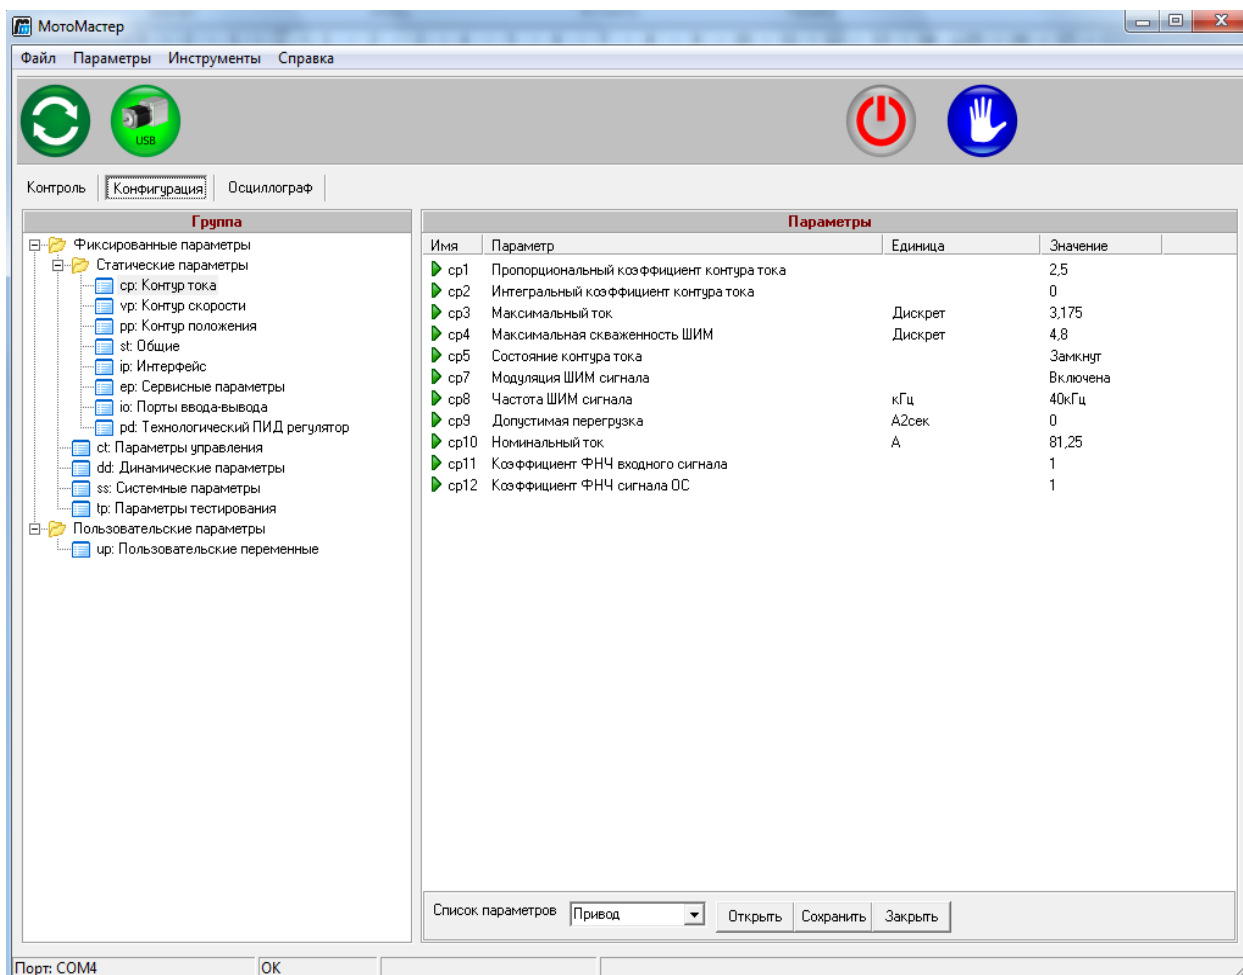
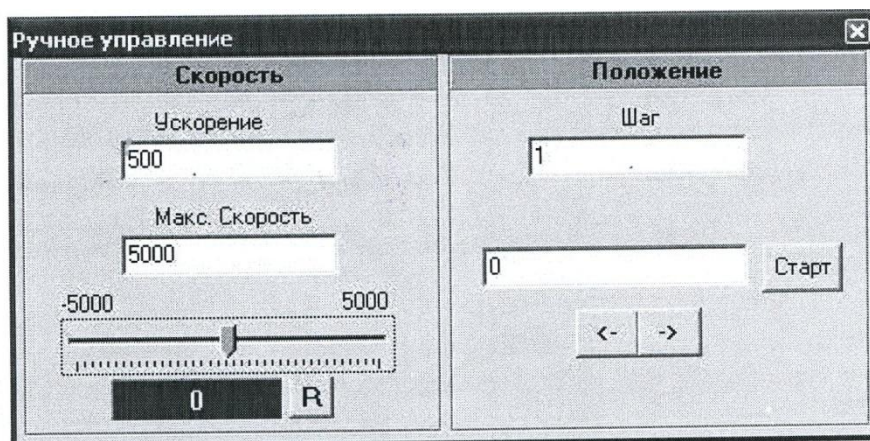
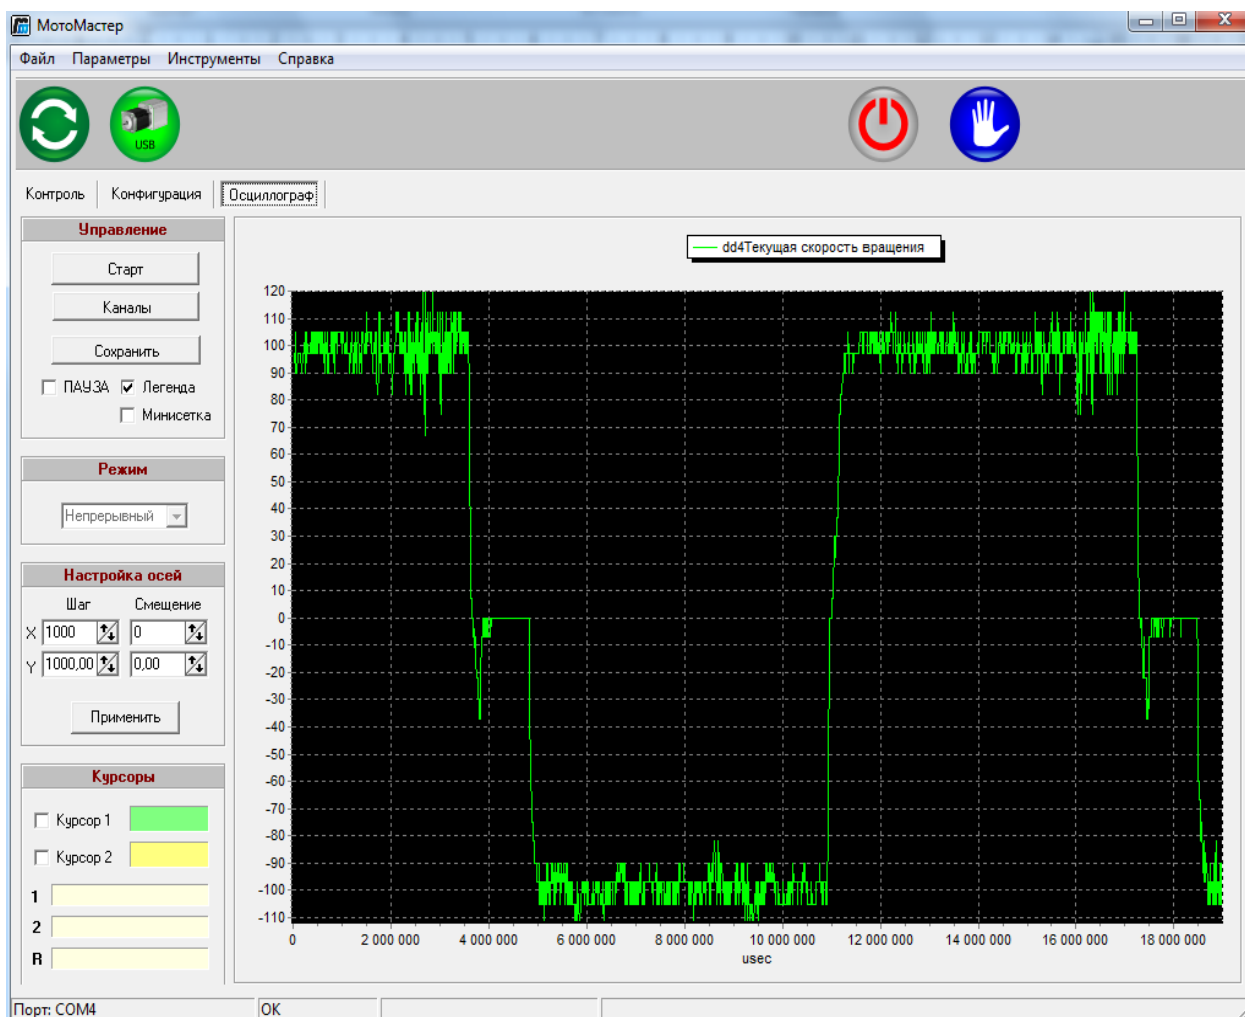
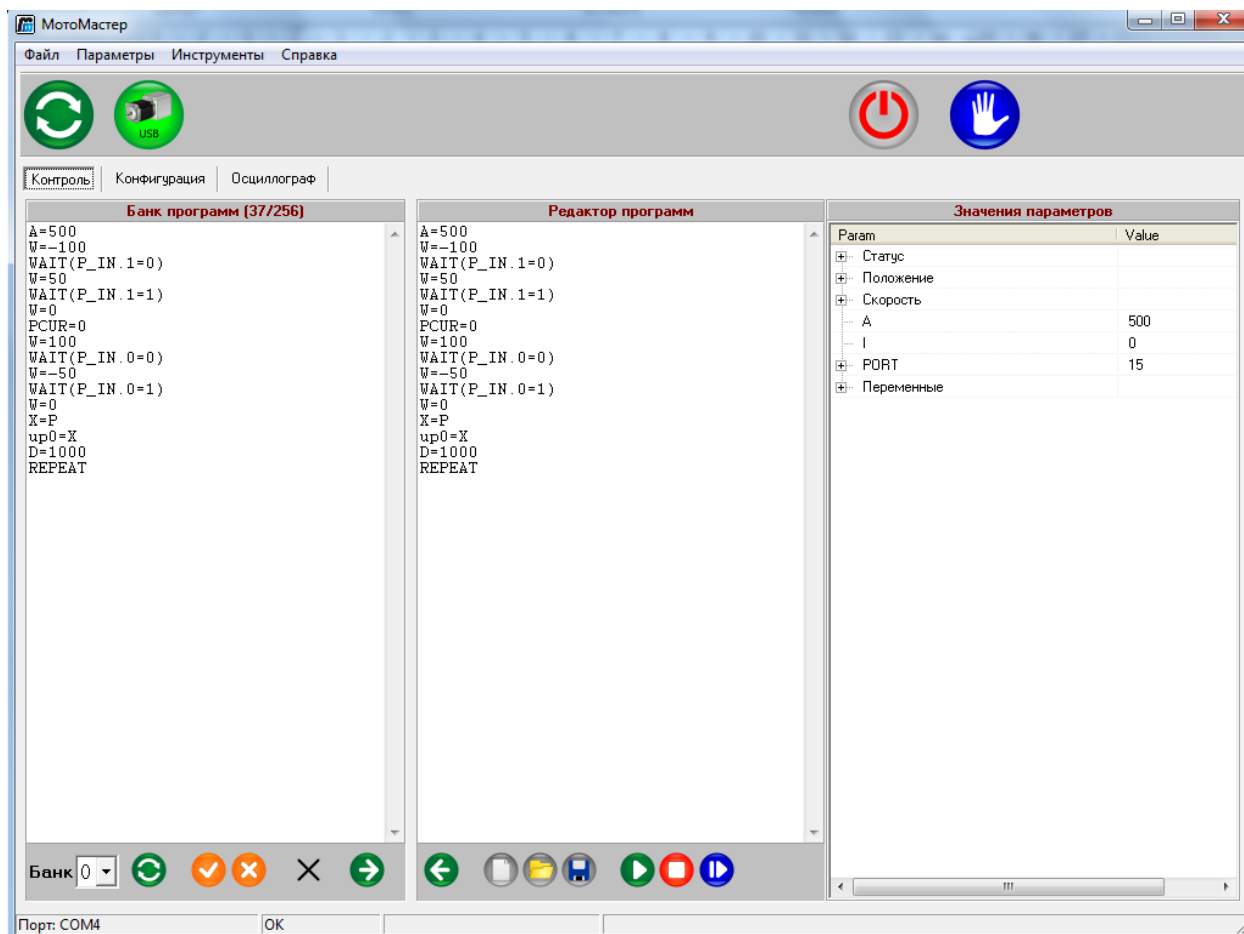

Рис. 15 Графический интерфейс программы Мотомастер©
Рис. 16 Диалоговое окно ручного управления
Рис. 18 Окно осциллографа
Рис. 21 Окно программирования ПЛК
Графический интерфейс программы Мотомастер© [2] представлен на рис. 15. При загрузке МотоМастер© выполняет автоматический поиск подключенного к компьютеру привода. Для выполнения повторного поиска щелкните левой кнопкой мыши на крайнюю верхнюю левую клавишу (рис. 15). При обнаружении привода рядом с клавишей поиска высвечивается клавиша номера привода и активными становятся окна интерфейса с данными для обнаруженного привода.
Для выполнения ручного управления сервоприводом щелкните кнопкой мыши на клавишу с изображением ладони (рис. 15). При этом появится диалоговое окно, приведенное на рис. 16 [2].
При установленном соединении на панели «Группа» (рис. 15) отображается дерево групп параметров. Для просмотра параметров группы выберите ее щелчком мыши, при этом список параметров группы отобразится на панели «Параметры». Колонки панели «Параметры»:
Осциллограф предназначен для построения графиков изменения параметров двигателя. Для переключения в режим осциллографа щелкните левой кнопкой мыши на клавишу «Осциллограф» контрольной панели (рис.15). На экран выведется окно осциллографа (рис. 18).
Для увеличения отдельных участков анализируемой осциллограммы выполните следующие действия (рис. 18):
Для отображения названий параметров установите флажок «Легенда» (рис. 18).
Разработка программ для внутреннего ПЛК выполняется на языке SML (Servo Motor Language), разработанного компанией ЗАО «Сервотехника» специально для сервоприводов. Разработка и отладка программ может выполняться в программе МотоМастер© (рис. 21), для этого в нее включен текстовый редактор, расположенный в окне «Контроль» (рис. 18). Подробное описание интерфейса программы МотоМастер©, приведено в документе [2].
После выбора вкладки «Контроль» (рис. 19) осуществляется переход в режим программирования контроллера и открывается «Окно программирования контроллера» (рис.21).
Для сохранения параметров в файл выберите из меню (рис. 21) пункт «Файл -Экспорт параметров». В появившемся диалоговом окне введите имя файла и нажмите кнопку «Сохранить». При этом будут сохранены текущие значения всех параметров привода, включая программы всех банков программ. После окончания сохранения работа программы МотоМастер© продолжается в нормальном режиме.
10. Выйдите из режима «Осциллограф» и вернитесь в режим «Контроль» (рис. 21). Остановите управляющую программу, щелкнув левой кнопкой мыши на клавишу .